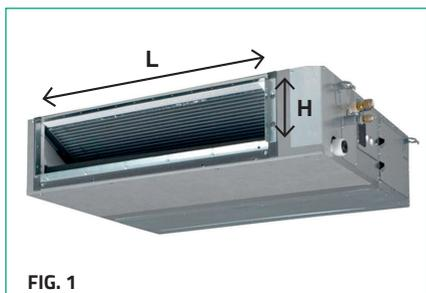

FIG. 1
**ATTENZIONE! Prima di procedere con il taglio sommare alle dimensioni della bocca della macchina (LxH Fig.1) lo spessore del profilo in alluminio e della colla, ovvero uguale a +3mm TOTALI IN LUNGHEZZA e +3mm TOTALI IN ALTEZZA.**
**WARNING! To calculate the correct dimensions of the hole on the plenum to fit perfectly to the outlet of the unit (LxH Fig.1), you have to add 3 mm to the length and 3 mm to the height (the 3 mm extra correspond to the thickness of the profiles and of the glue).**
Prima di procedere con il taglio sommare alle dimensioni della bocca della macchina (LxH Fig.1) lo spessore del profilo in alluminio e della colla, ovvero uguale a:
To calculate the correct dimensions of the hole on the plenum to fit perfectly to the outlet of the unit (LxH Fig. 1), you have to add 3 mm to the length and 3 mm to the height (the 3 mm extra correspond to the thickness of the profiles and of the glue).
4. Posizionare la guarnizione adesiva di tenuta, attorno alla flangia dell'unità interna canalizzata (rif. fig. 1).
4. Position the adhesive sealing gasket around the flange of the ducted indoor unit (Fig. 1).